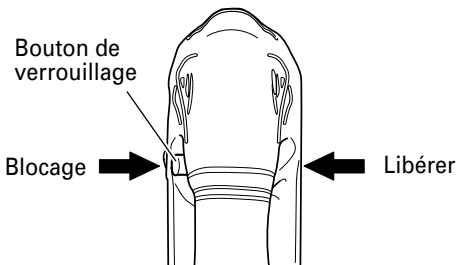

Fig. 9
(1) Bouton de sécurité (Fig. 9)